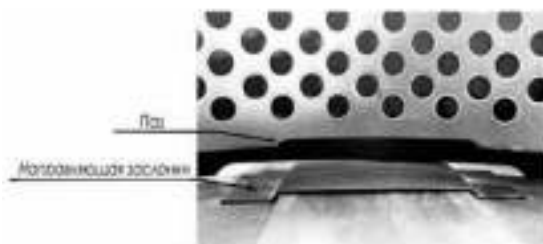

Рис. 6 Сито боковое с заслонкой
**Внимание!** После замены ножа при установке бокового сита необходимо совместить вырубленный на нем паз с направляющей заслонки (см. рис. 6).